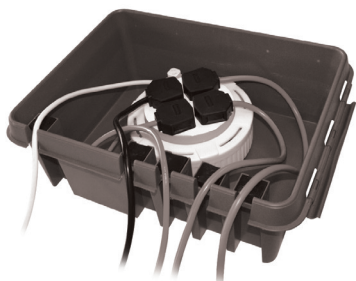

FIG 1
> Box auf Vollständigkeit überprüfen. Lieferumfang: Zwei Griffe (jeweils 1 Griff pro Boxseite), Boxunterteil und Deckel. Siehe Abb. 1.
> Vérifiez que votre ensemble boîte comprend deux poignées (une de chaque côté de la boîte), la boîte principale et le couvercle. Voir Fig. 1.
> Assicurarsi che il box sia completo di maniglie (due, su entrambi i lati del box), del corpo principale e del coperchio. Vedere Fig. 1.
1. Make sure your box is complete with two handles (one on either side of the box), main box & lid. See Fig 1.